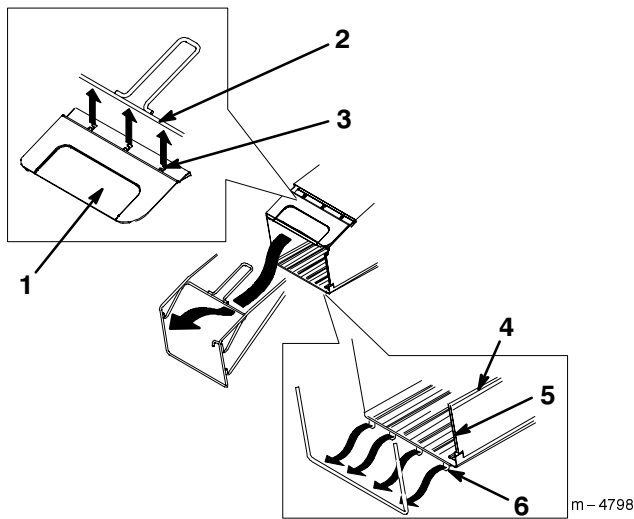

Abbildung 5
3. Die obere Rahmenstange wie in Abbildung 5 gezeigt in den drei Schnappverschlüssen an der Korbabdeckung einschnappen lassen.
4. Die zwei seitlichen Kanäle und die zwei oberen Kanäle des Graskorbs wie in Abbildung 5 gezeigt auf den Graskorbrahmen stecken.
5. Die untere Rahmenstange wie in Abbildung 5 gezeigt in den vier Schnappverschlüssen an der Korbbasis einschnappen lassen.